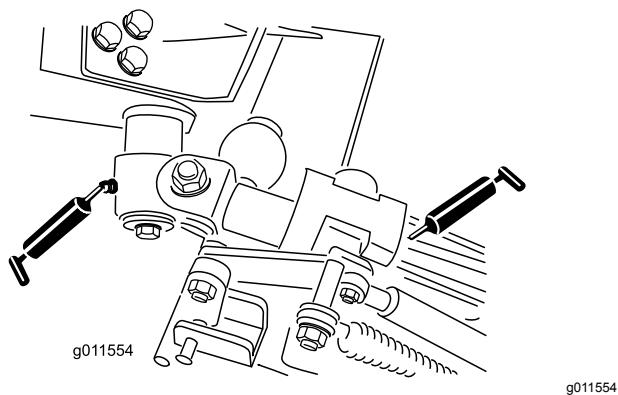

Figura 71
- Dois casquilhos da articulação da alavanca (Figura 71)
- Quatro casquilhos do braço traseiro (Figura 71)